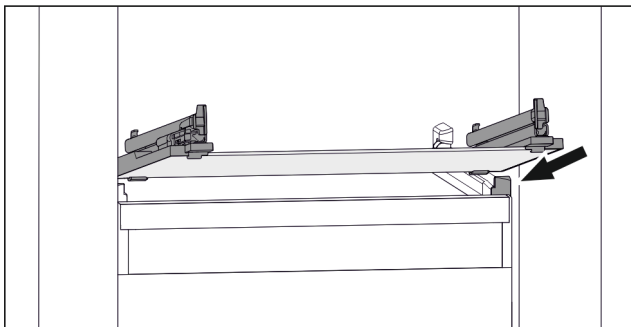

Fig. 154 Приблизне відображення скляної пластини
- ▶ Встановити скляну пластину за стопорами навкоси. (див. Fig. 154)